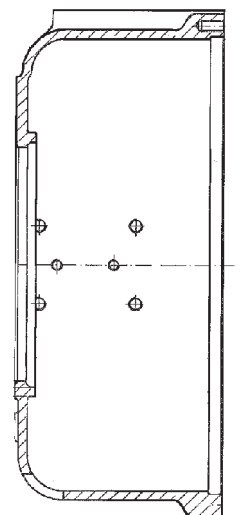

Fig. 6.21
6.12 FLYWHEEL HOUSING (Fig. 6.21)